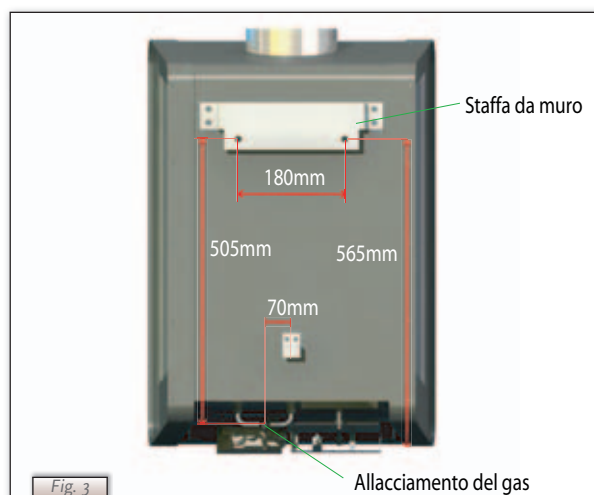

Fig. 3
- Determinare il posto dove installare l'apparecchio; le dimensioni vengono fornite alla Fig. 3.